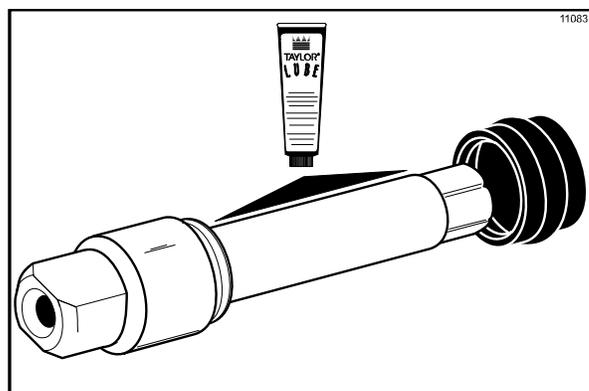

图 127
1. 在安装冰淇淋侧刮刀架传动轴之前，先润滑刮刀架传动轴上的环槽。将刮刀架传动轴的护套密封圈套在刮刀架传动轴的细端上并使其滑入轴上的环槽内。大量润滑护套密封圈的内部，同时润滑与后轴承套相接触的护套密封圈的扁平端。在轴上涂抹一层均匀的润滑油。不要润滑六角端。（见图 127。）